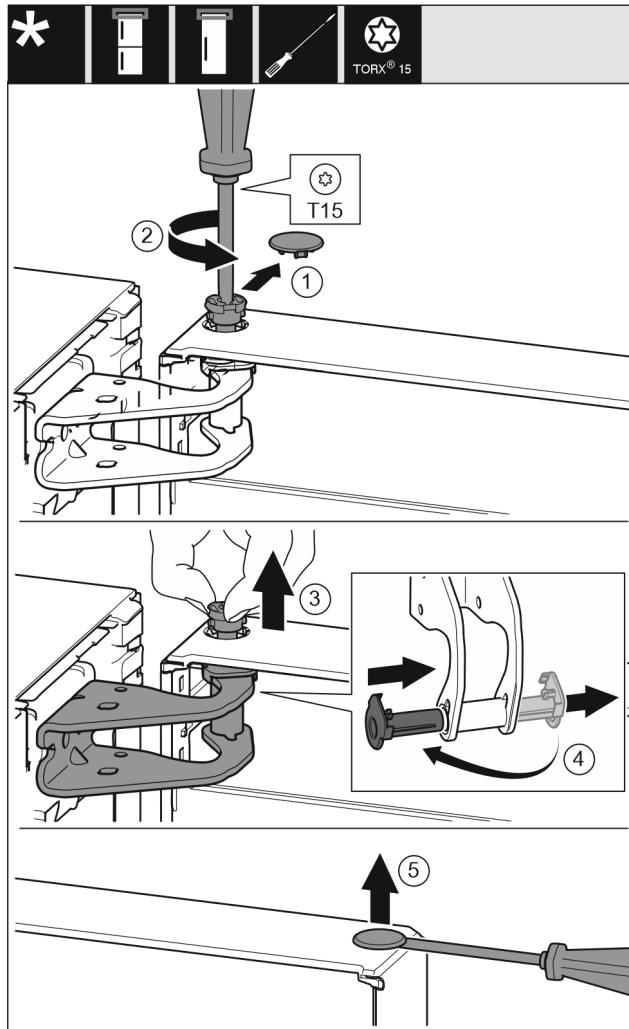

Fig. 6
- Previdno snemite varovalni pokrov. Fig. 6 (1)
- Sornik nekoliko izvijte z izvijačem T15. Fig. 6 (2)
- Držite vrata in s prsti izvlecite sornik. Fig. 6 (3)
- Ležajno dozo povlecite iz vodila. Vstavite z druge strani in pazite, da se zaskoči. Fig. 6 (4)
- S ploščatim izvijačem previdno dvignite čep iz ležajne doze vrat in ga izvlecite. Fig. 6 (5)